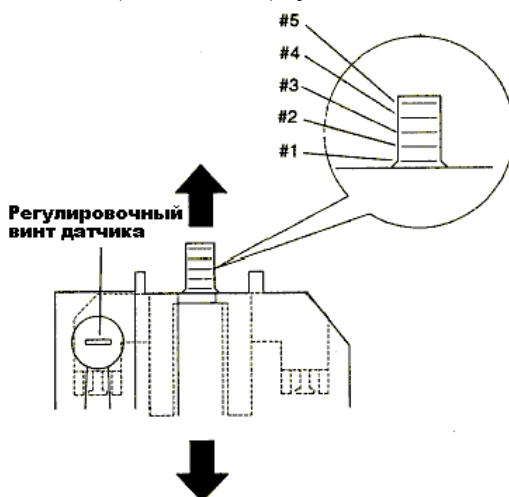

Рисунок 13 Настройка датчика наличия/отсутствия рулонной бумаги
4. Ослабьте регулировочные винты на обоих датчиках и, перемещая датчики вверх и вниз по направляющим (см. Рис. 13), установите их в требуемую позицию: